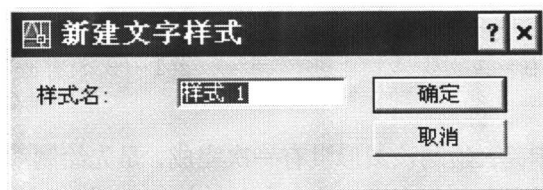

图 1-20 “新建文字样式”对话框
②单击“新建”按钮, 打开“新建文字样式”对话框, 如图 1-20 所示。在“样式名”一栏输入名称, 也可使用默认值“样式 1”, 单击“确定”按钮。